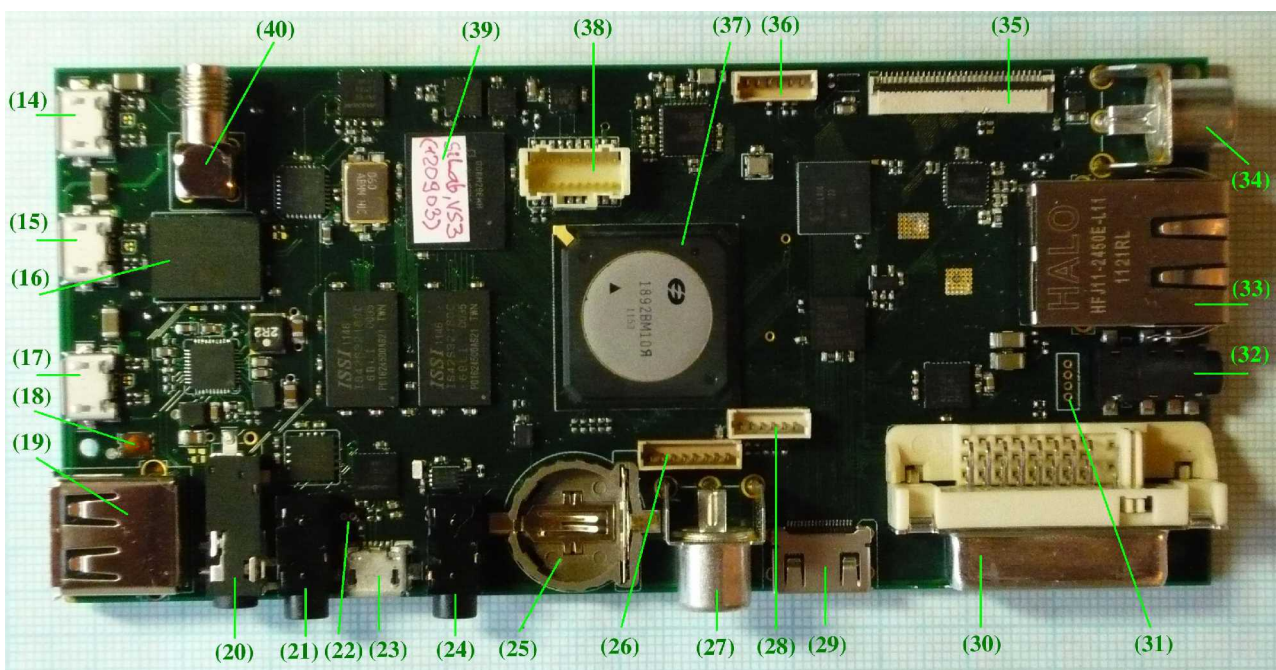

Рис. 2. Вид модуля снизу (со стороны БИС СМК Навиком-02Т).
Основой модуля является БИС СнК 1892ВМ10Я ("Навиком-02Т") отечественного производства предприятия "Элвис" (Зеленоград). Во Flash-ПЗУ платы модуля "прошита" операционная система Linux с версией ядра 2.6.36, номер и дата сборки которой приведены на наклейке (стикере) на БИС Flash ПЗУ модуля, см. позицию 39 на рис. 2. Сборка ОС состоит из ядра операционной системы и драйверов, предоставляемых разработчиком БИС СнК, а также из дополнительно включённых в состав ОС программных модулей и драйверов собственной разработки, осуществляющих инициализацию аппаратуры модуля: встроенного дисплея, калибровку сенсорного экрана и настройку режима работы процессора (назначение линий портов ввода-вывода, выбор тактовых частот и состава "задействованных по умолчанию" ресурсов процессора).
При возникновении необходимости сброса или перезагрузки системы, это можно сделать, не выключая питания модуля, нажатием на кнопку сброса (18), которая находится на обратной стороне печатной платы, см. рис. 2.